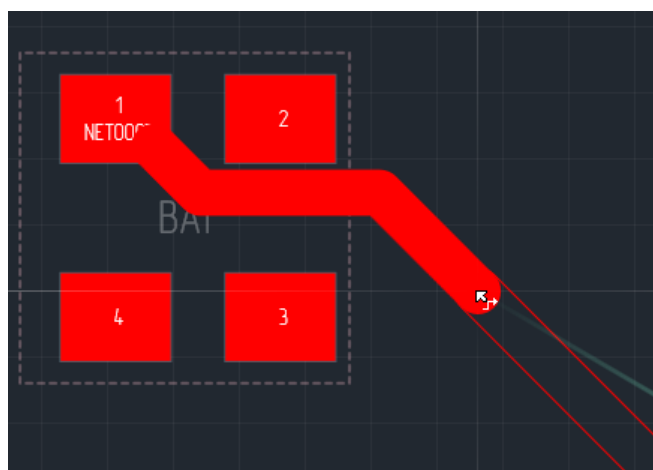

Рис. 160 Зафиксированный участок трека
2. Подтверждается выбор точки, через которую будет проложен трек. Для этого необходимо нажать левую кнопку мыши, чтобы зафиксировать предлагаемый участок, см. Рис. 160.